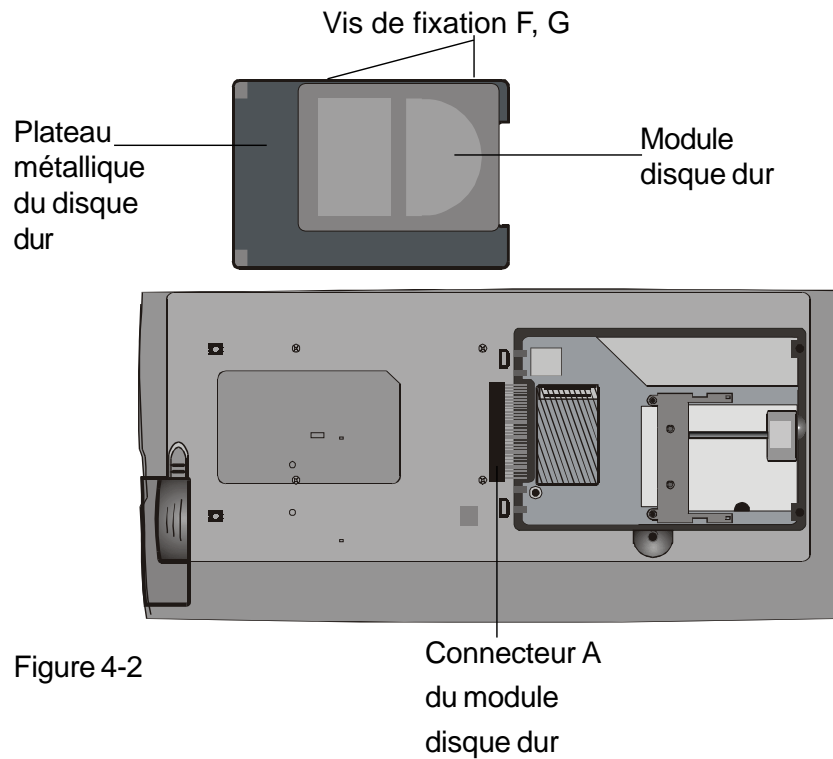

Figure 4-2
10. Notez l'orientation du connecteur A du module disque dur et retirez-le délicatement du disque dur. (Reportez-vous à la figure 4-2 page suivante)